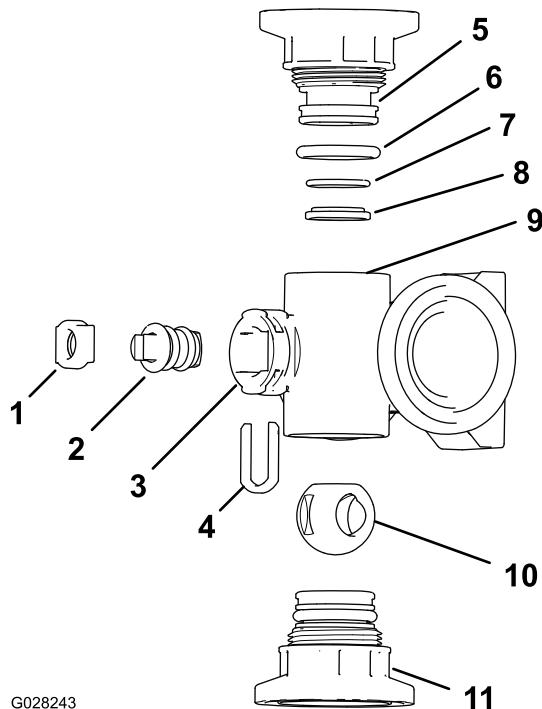
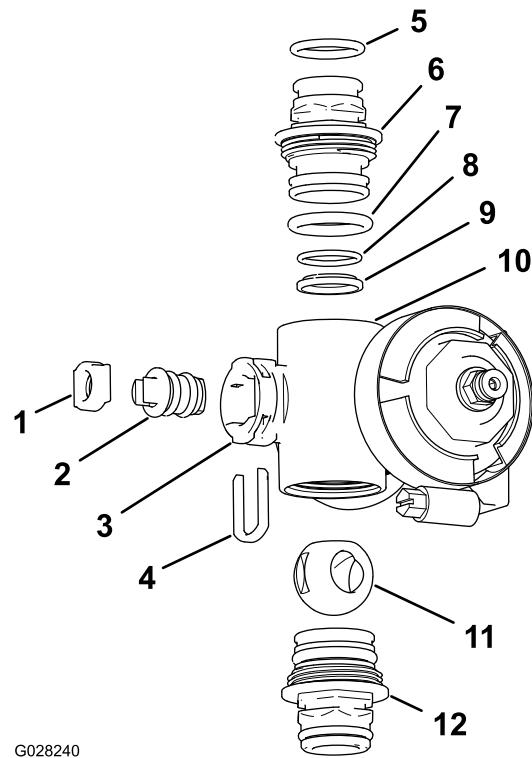

図 84
図 85
2. マニホールドのボディ両端部にあるエンドキャップフィッティング2個を取り外す図 84 と 図 85。
- マニホールド内部のステムポートのスロットからステムリテーナを取り外す図 84 と 図 85。
- マニホールドからステムリテーナとバルブシートを取り外す図 84 と 図 85。
- マニホールドボディの中に手を入れてバルブシステムアセンブリを取り出す図 84 と 図 85。
- 出口フィッティングのOリング個別ブームバルブマニホールドのみ、エンドキャップのOリング、バックシートのOリング、ボールシートそれぞれに傷や過度の摩耗がないか点検する図84と図85。
- バルブのステムにグリスを塗り、ステムをバルブステムシートに取り付ける図84と図85。
- バルブステムとシートをマニホールドに取り付けてステムリテナで固定する図84と図85。
- バックシートのOリングとボールシートが相互に整列しており、エンドキャップのフィッティングに適切に収まっていることを確認する図84と図85。
- エンドキャップフィッティングアセンブリを、マニホールドボディに取り付け、エンドキャップフィッティングのフランジがバルブボディに接触したら図84と図85、その位置からさらにバルブを $\frac{1}{8}\frac{1}{4}$ 回転締め付ける。